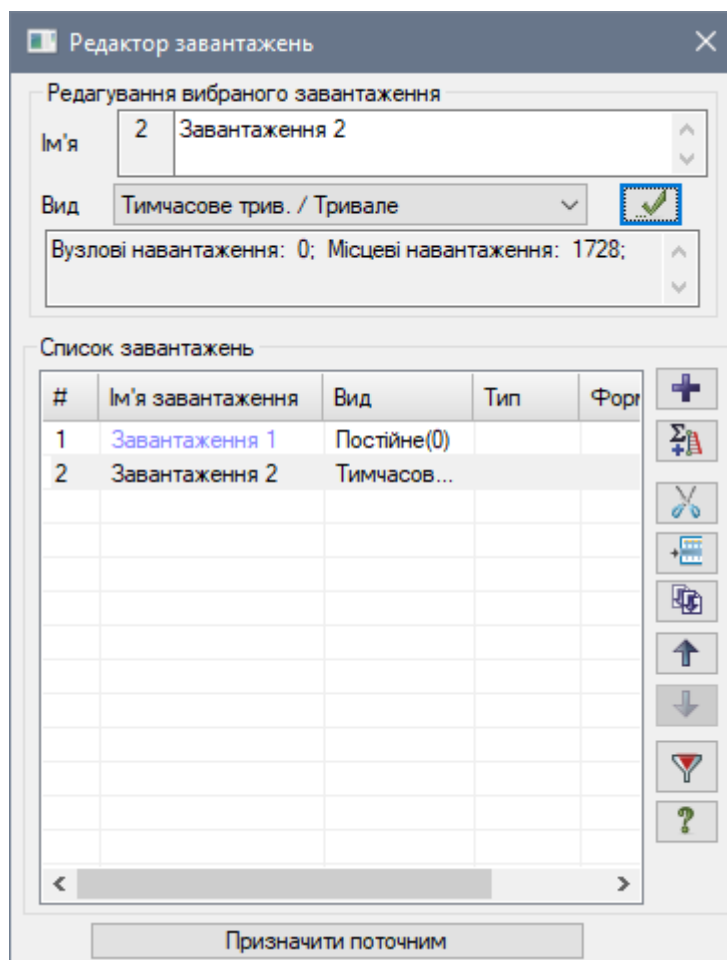

Рис. 18.14. Діалогове вікно **Редактор завантажень**
- Викличте діалогове вікно **Редактор завантажень** (рис. 18.14) натисканням по кнопці  – **Редактор завантажень** (панель **Навантаження** на вкладці **Створення та редагування**).